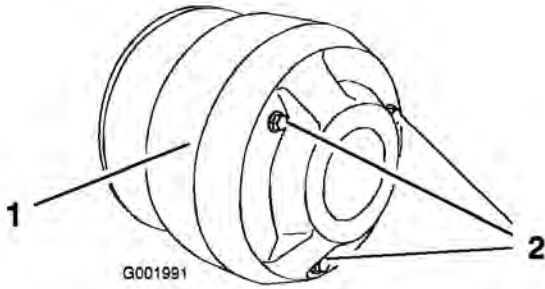

Figura 55
4. Retire los 3 pernos que fijan la cubierta al embrague, y retire la cubierta (Figura 55).